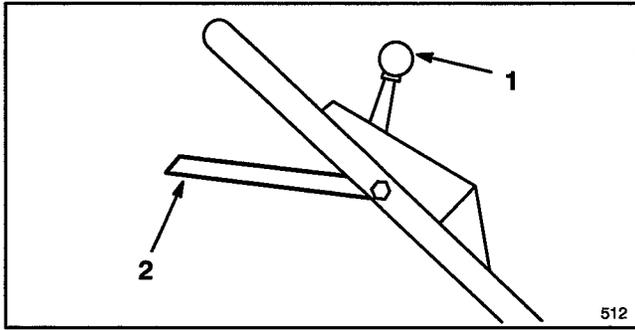
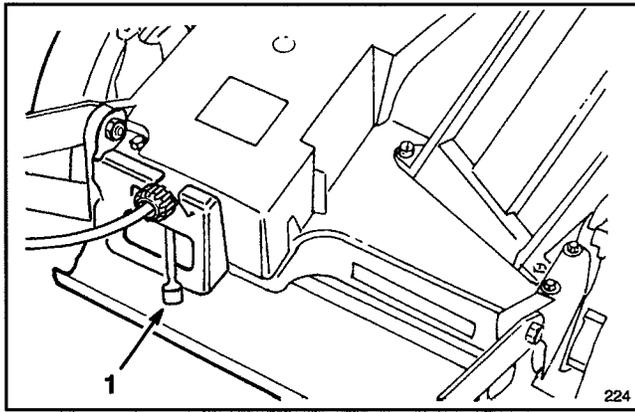

Figure 9
Figure 10
1. COMMANDES – La commande des gaz et la barre de commande de la lame et de la traction se trouvent en haut du mancheron (Fig. 9). La commande de vitesse de traction est à l'arrière du carter de courroie (Fig. 10). Le lanceur manuel est placé au-dessus du moteur.